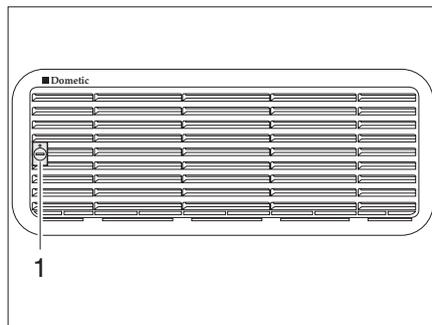
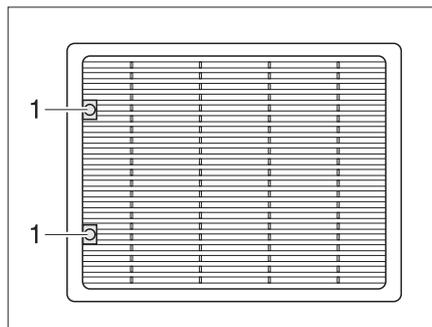

Fig. 86 Grille d'aération du réfrigérateur (Dometic petit)
Fig. 87 Grille d'aération du réfrigérateur (Dometic grand)
- ▶ Tourner la vis (Fig. 86,1 ou Fig. 87,1) d'un quart de tour à l'aide d'une pièce de monnaie.